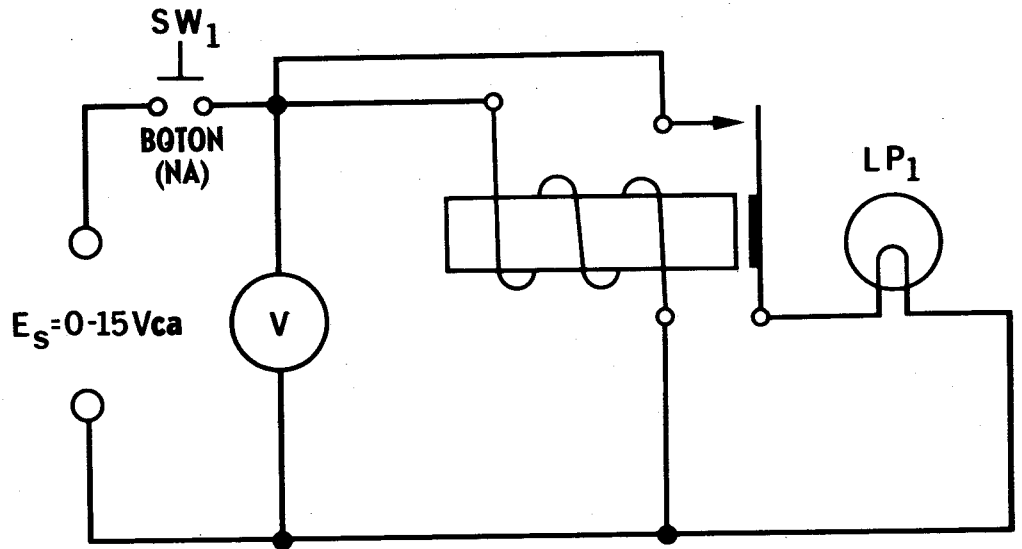

Fig. 29-2
6. Reconecte el circuito como se muestra en la Fig. 29-2. Repita el experimento 4, reajustando la abertura a 0.8 mm. ¿Funciona el relevador igualmente bien con ca en la bobina?